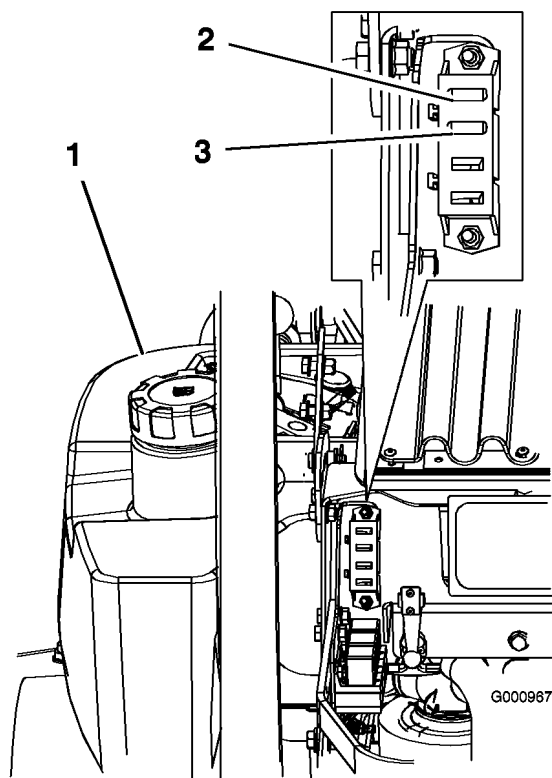

Figura 47
1. Sbloccate il cofano del motore ed alzate lo per accedere al portafusibili (Figura 47).
3. Montate un fusibile nuovo (Figura 47).